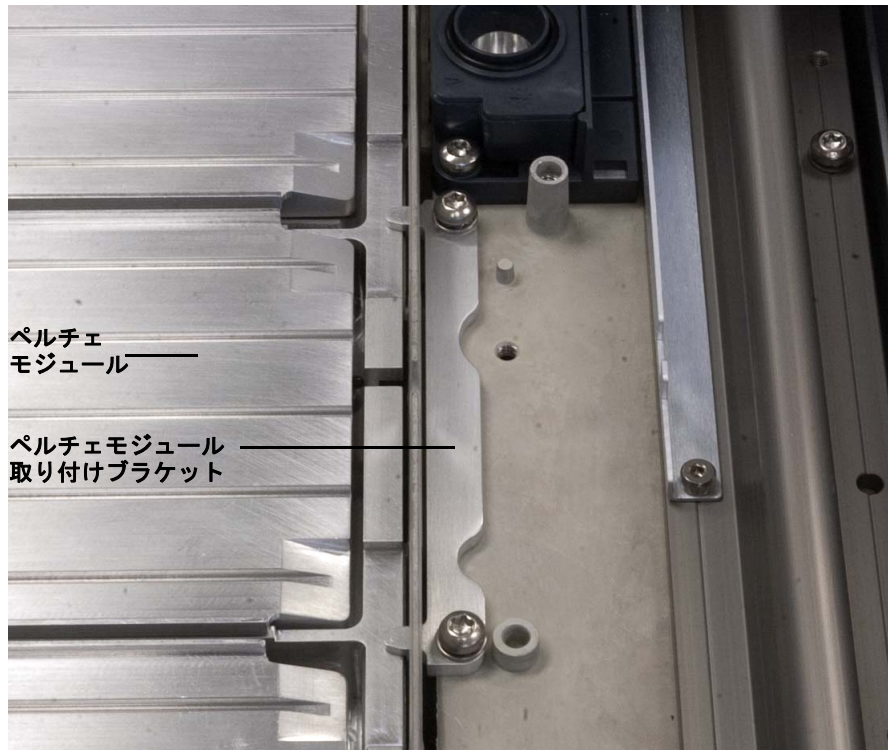

図 89 ペルチェモジュールとペルチェモジュール取り付けブラケットを固定する
- 30 付属の T-20 トルクスネジを使用して、2 本のネジを取り付け、ペルチェモジュール取り付けブラケットをサンプルトレイに固定します (図 89)。